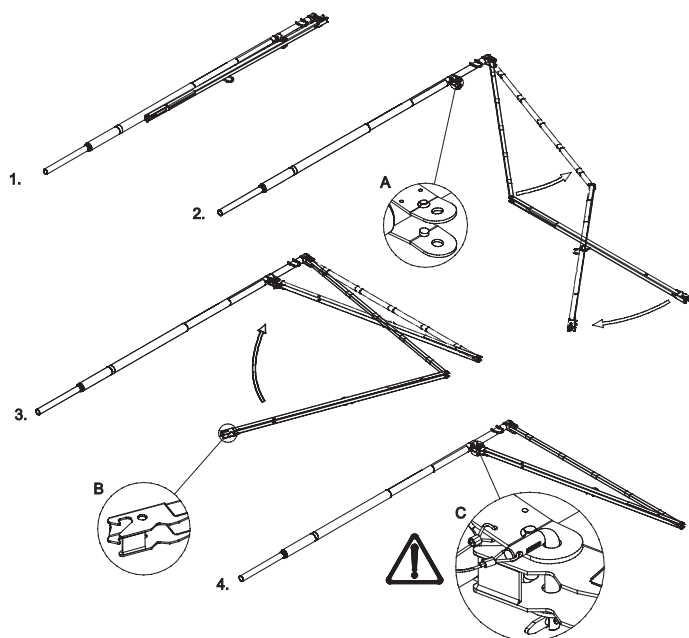

Figure 30. *Processus d'assemblage de l'ancrage SkyReach au sol*
1. Assemblez l'ancrage SkyReach en quatre étapes faciles. Voir la Figure 30.